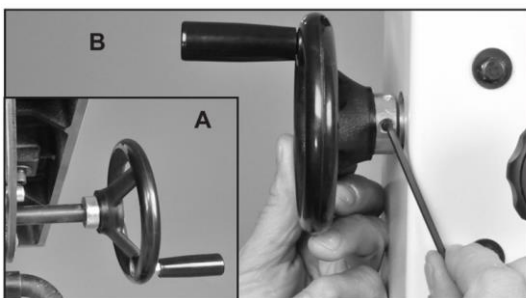

Рис. 7
1. Прикрепите маленькую ручку (#24B) к маховику (#23B), который наклоняет стол. Затем установите этот маховик на вал-шестерню (#22B), выступающий из цапфы в задней части машины. Рис. 7, А.
2. Прикрепите маховик (#38C) к верхней правой части пильной рамы с помощью шестигранного ключа диаметром 5 мм. Этот маховик поднимает и опускает защитный кожух лезвия. Рис. 7, В.
3. Прикрепите маховик (#26E) к нижней правой части рамы с помощью шестигранного ключа диаметром 5 мм. Этот маховик регулирует натяжение приводного ремня двигателя. Рис. 7, В.
4. Установите маховик натяжения полотна (#1D) на верхнюю часть пильной рамы. Никаких инструментов не требуется, так как металлический стержень маховика снабжен двумя простыми штифтами, которые входят в зацепление со штангой натяжения полотна (#2D). Рис. 7, В